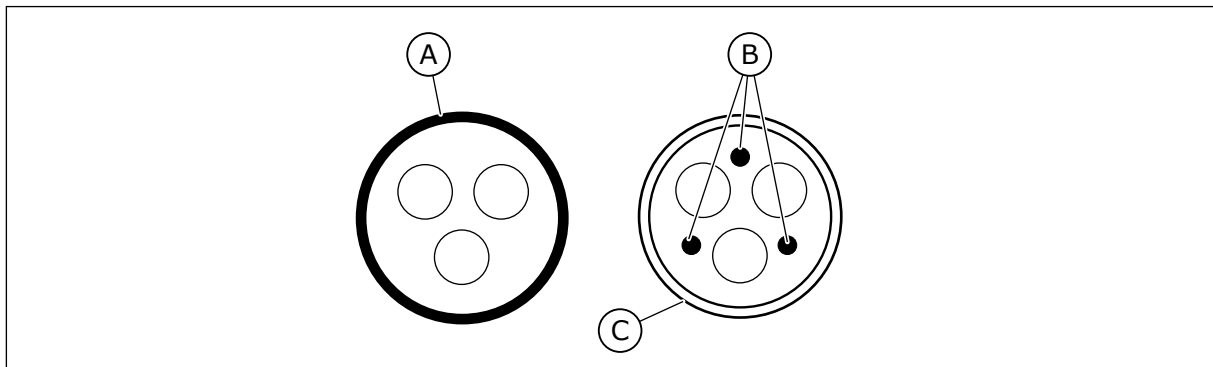

图 18: 具有 PE 导体的电缆
2. 具有同心保护线的对称电源电缆。适用于指定电源电压的电缆。我们建议使用 NKCABLES/MCMK 电缆。请参见图 18。
3. 具有紧凑式低阻抗屏蔽层的对称电源电缆。适用于指定电源电压的电缆。我们建议使用 NKCABLES/MCCMK、SAB/ÖZCUY-J 或等效电缆。请参见图 18。\* = 对于 EMC 级别 C1 和 C2，电机端具有电缆密封套的屏蔽层必须 360° 接地。